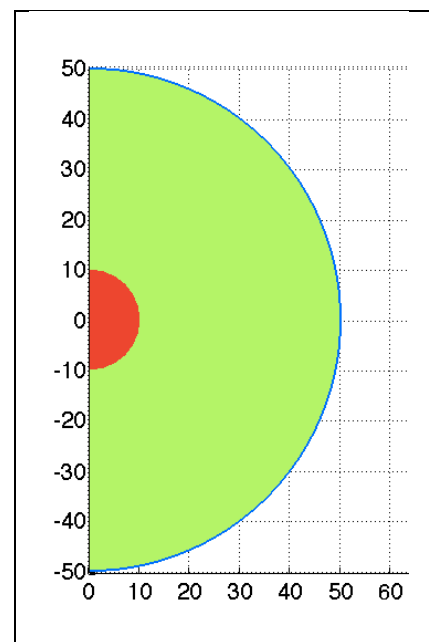

Figure 2 : système test
8. Tester votre programme en utilisant le fichier de maillage **sphere_axi704.pro** correspondant à la figure 2. En analysant ce fichier, décrire précisément le cas simulé (paramètres matériaux et conditions aux limites).